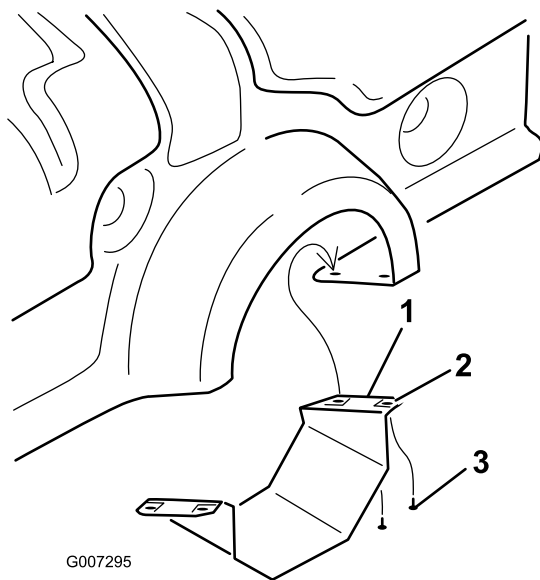

图10
1. 仅限 ProCore 864 卸下 PTO 护罩图10。